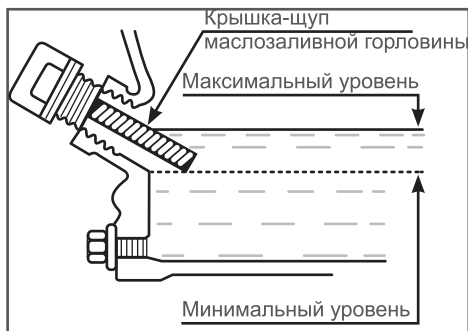

Рис. 22. Проверка уровня масла в картере
Максимальный уровень масла в картере соответствует нижней кромке заливного отверстия (Рис. 22).
4. Аккуратно извлеките щуп и осмотрите его. Уровень масла должен соответствовать верхней отметке на щупе. При недостаточном уровне масла в картере необходимо долить чистое масло до верхней отметки на щупе, что соответствует нижней кромке заливного отверстия (Рис. 22).